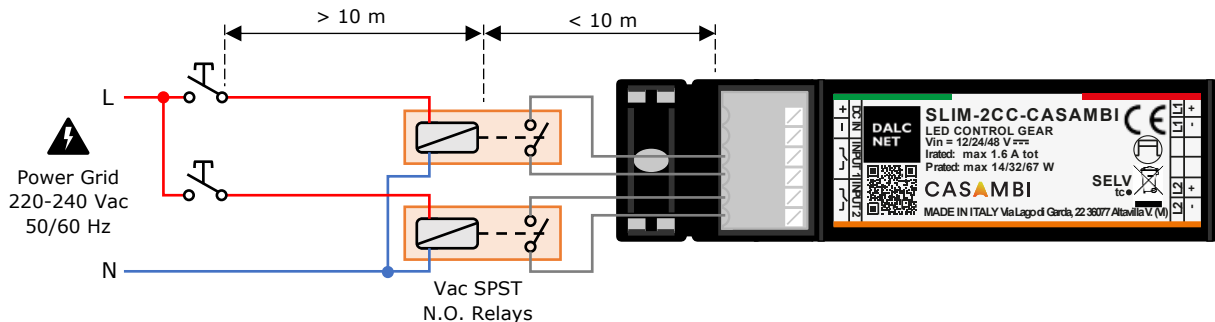

Figura 5: Schema di collegamento del comando locale per le lunghe distanze
- ⚡ Per distanze maggiori (>10 m), si consiglia di utilizzare un modulo relè a contatto pulito N.A., collegato tra il terminale "Input" dello SLIM-2CC-CASAMBI e la fonte di alimentazione (e.g. tensione di rete 230 Vac). Figura 5 mostra un esempio di connessione con comando locale consigliata per lunghe distanze.